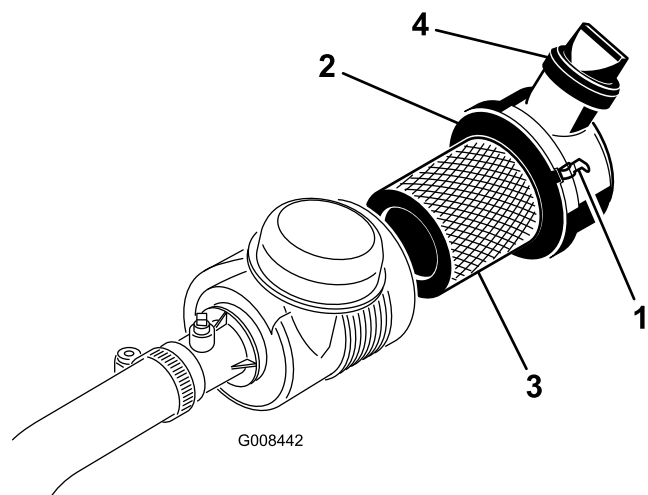

Figura 30
1. Liberte os trincos que fixam a cobertura do filtro de ar ao respetivo corpo (Figura 30).
7. Certifique-se de que os trincos prendem a cobertura ao corpo (Figura 30).